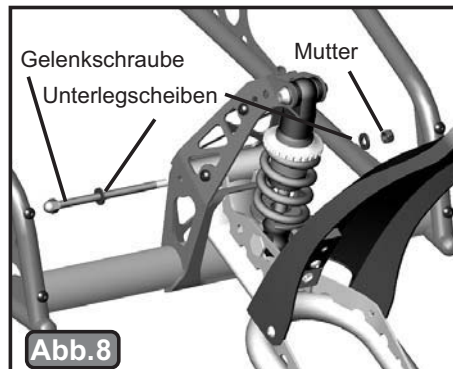

Abb. 8
E) Die Gelenkachse muss mit den Schraubenlöchern des Gelenks im Stoßdämpfer ausgerichtet werden. Diese befinden sich über und vor den Sichtfenstern in den Seiten des Stoßdämpfers. Die Passung zwischen der Gelenkachse und dem Stoßdämpfer ist eine feste Verbindung, weshalb es einigen Aufwand erfordert, das Gelenk in seine Stellung zu bringen. Hierzu auf die Rückseite des Schwingarms drücken und die Gelenkachse mit den Löchern des Gelenkbolzens ausrichten (siehe Abb. 8). Anschließend den Gelenkbolzen und die Unterlegscheiben anbringen (Abb. 8) und mit zwei 10-mm-Schraubenschlüsseln auf 70 cm-kg (60 in-lb) festziehen.